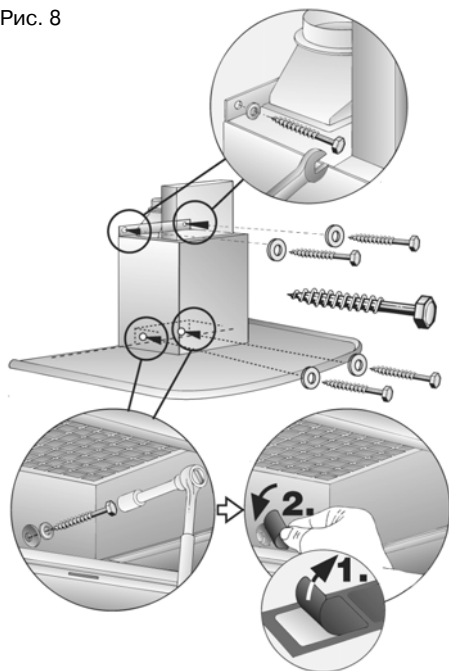

Рис. 9
13. Вставьте верхнюю секцию вытяжной трубы (прорези должны быть направлены вниз) в нижнюю секцию вытяжной трубы (рис. 9).
Защитите панели от царапин, например, положив шаблон, использовавшийся для маркировки стены, на верхний край нижней секции (рис. 9).
14. Вставьте полную вытяжную трубу под углом в стеклянный экран и поверните ее назад (рис. 9).